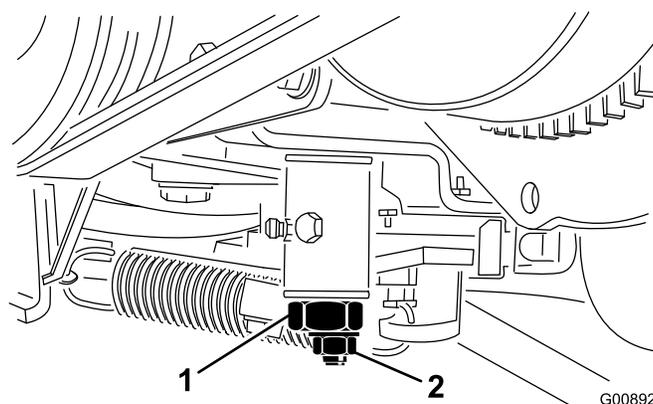

Figura 49
2. Desaperte o dispositivo de ligação do cabo do regulador na alavanca da bomba de injeção (Figura 49).